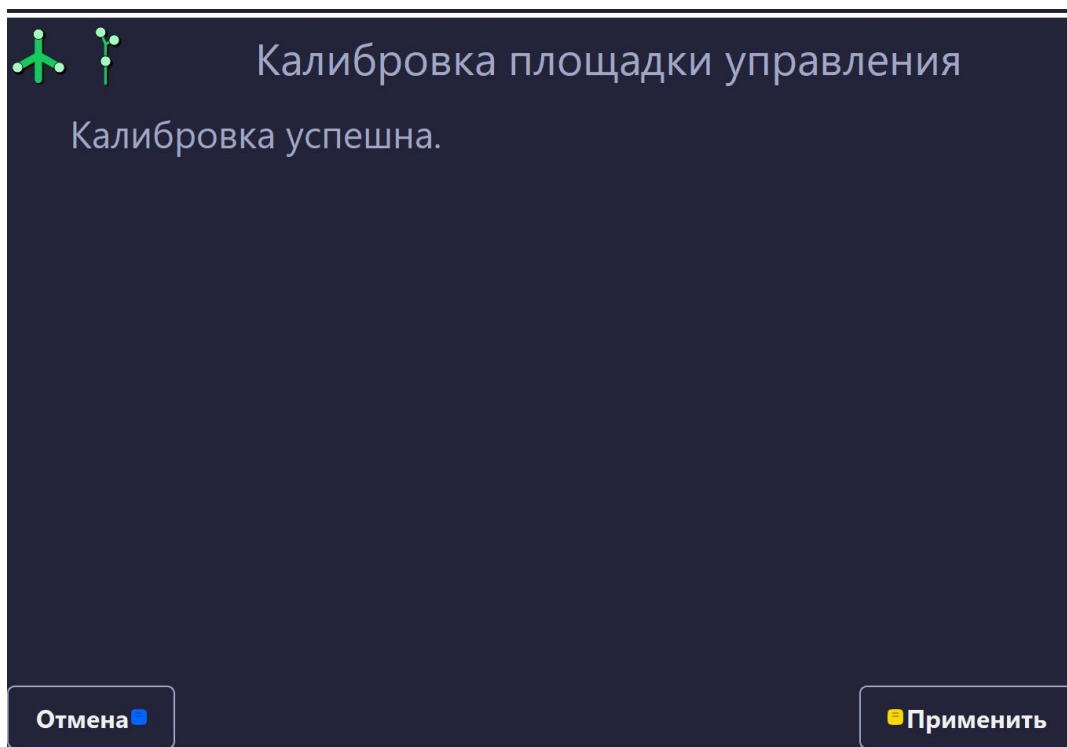

Рисунок 168 – Завершение калибровки
6. Калибровка площадки управления завершена (рисунок 168).